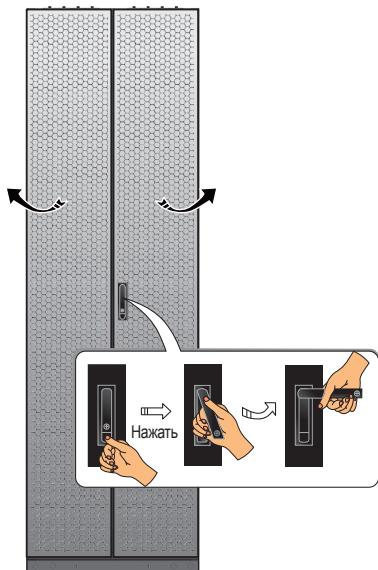
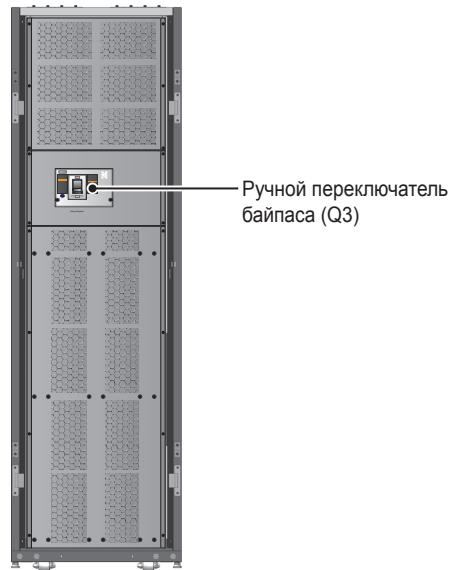

Рис. 2-6. Вид сзади
Рис. 2-7 Вид сзади с открытыми дверцами
- Вид сзади:** после того, как будет разблокирована и открыта задняя дверца, можно увидеть ручной переключатель байпаса (Q3) (см. *Рис. 2-6* и *Рис. 2-7*).